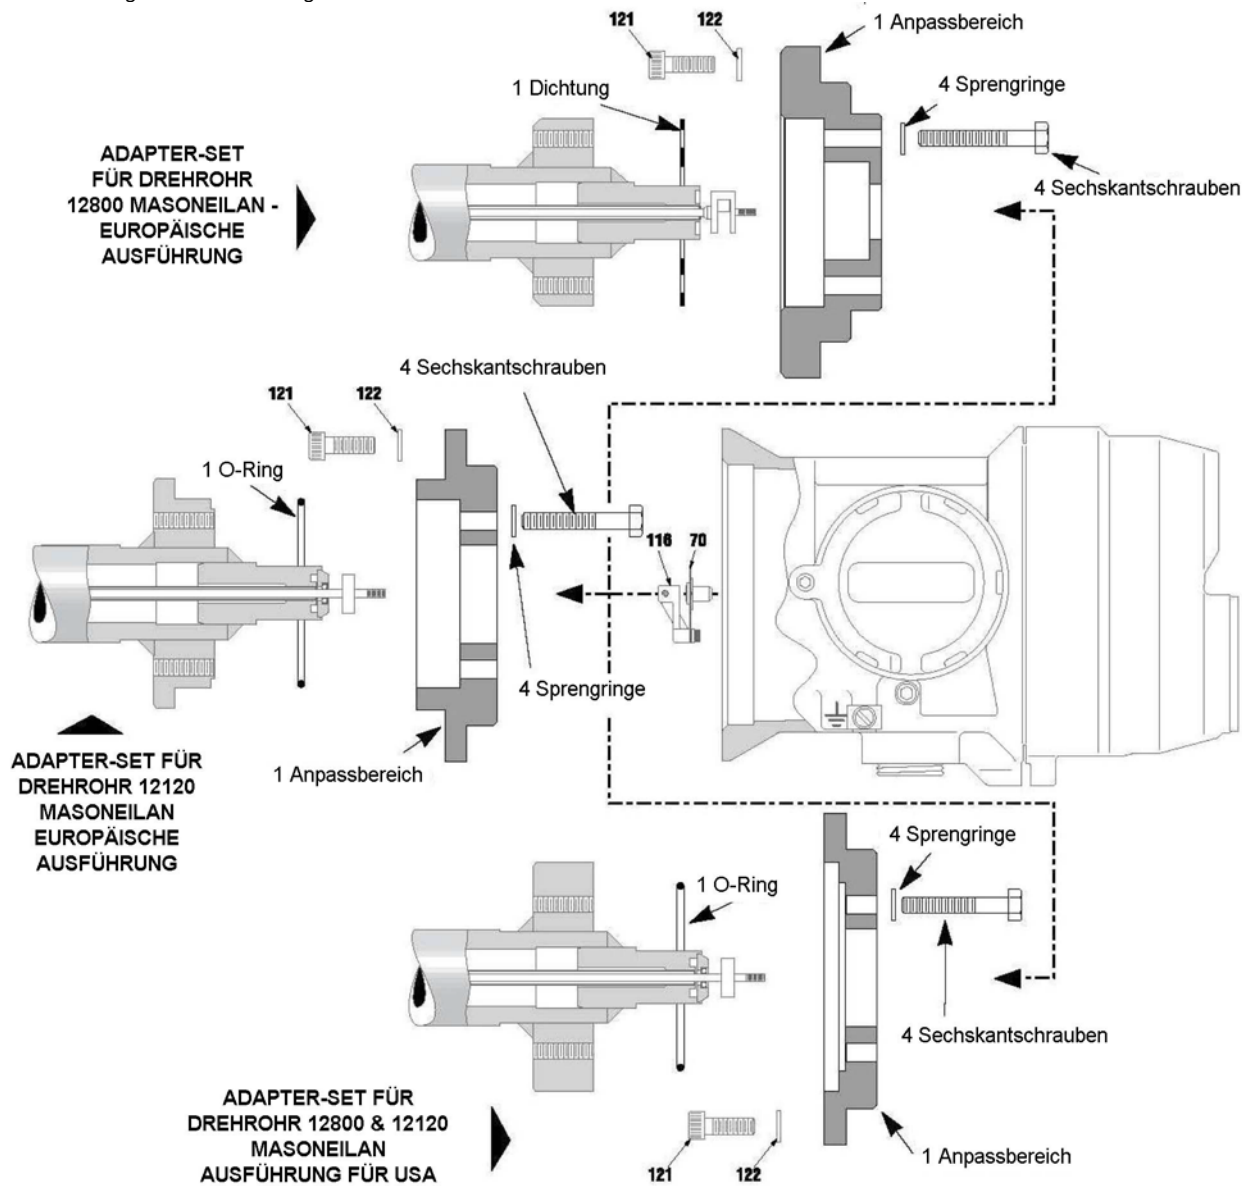

Abbildung 21 - Anpassung auf einem Drehrohr 12800/12120
- a. Stromversorgung abschalten. Die Schraube (106) losschrauben, bis sie sich vom Gehäuse löst und die Abdeckung (104) der Anschlüsse entfernen. Die Versorgungsleitungen von der Anschlussklemme (90) abklemmen.
- b. Die Abdeckung (107) der Mechanikbaugruppe entfernen. Den Federarm (242) vom Stift (243) am Balken entfernen, um ihn zu lösen und zu entspannen.
- c. Mithilfe eines 2.5 mm-Sechskantschlüssels die Schraube (62) lösen, um den Balken (54) vom Dreharm zu trennen.
- d. Das Gehäuse festhalten, damit es nicht herunterfällt und die vier Schrauben (121) mithilfe eines 5 mm-Sechskantschlüssels lösen und zusammen mit den Dichtungsscheiben entfernen (122). Das Gehäuse durch Ziehen entlang der Achse des Drehrohrs entfernen. Dabei darauf achten, dass das Biegeelement (70) nicht verformt wird.
- e. Wenn das Originalgehäuse oder ein baugleiches Gehäuse wieder auf demselben Drehrohr installiert wird, darf der Kupplungsflansch (116) nicht vom Drehstab entfernt werden. Die Unterbaugruppe der Kupplungsbiegung (70) darf ebenfalls nicht entfernt werden. Alternativ können die Schrauben (119) mithilfe eines 1.5 mm-Sechskantschlüssels gelöst und die Zwischenbaugruppe Kupplungsflansch-Biegeelement (116-70) entfernt werden.
- f. Wenn das Drehrohr nicht dem Messgerät 12400 fest zugeordnet ist, kann der Adaptersatz des DLT-Gehäuses, falls nötig, entfernt werden. Dieser Satz enthält einen Flansch, eine Dichtung sowie Schrauben (siehe Abbildung 21).
9.2.2. AUF EINEM DREHROHR DER SERIE 12120 ODER 1280(ABBILDUNG 21)